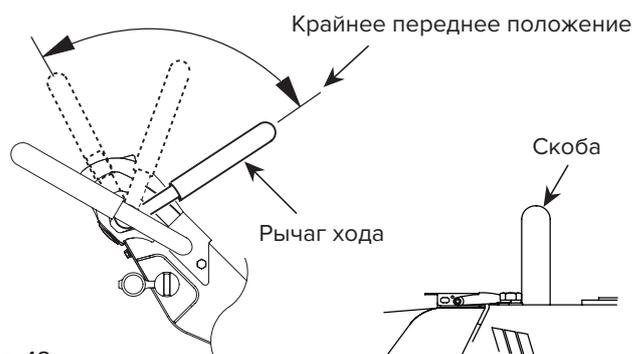

Рис. 48
5. Переместите рычаг хода вперед/назад несколько раз, пока не исчезнут пузырьки воздуха, каждый раз удерживая рычаг в положении движения вперед в течение 10 секунд (положение полного открытия обратного клапана) (рис. 48).